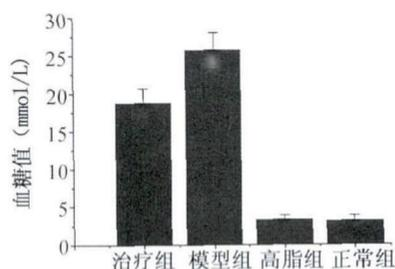

图4 柱状图
2.4 柱状图及其误差的表示 以文献^[5]数据为例,在 A 列输入各实验组名称设为 X,在 Y 列输入相应血糖实验数据设为 Y。而各误差范围输入 C 列,右击菜单后,选择 Set as Y error,选定数据后,选择 Plot/Column/Bar/Stack Column 即得,见图4。